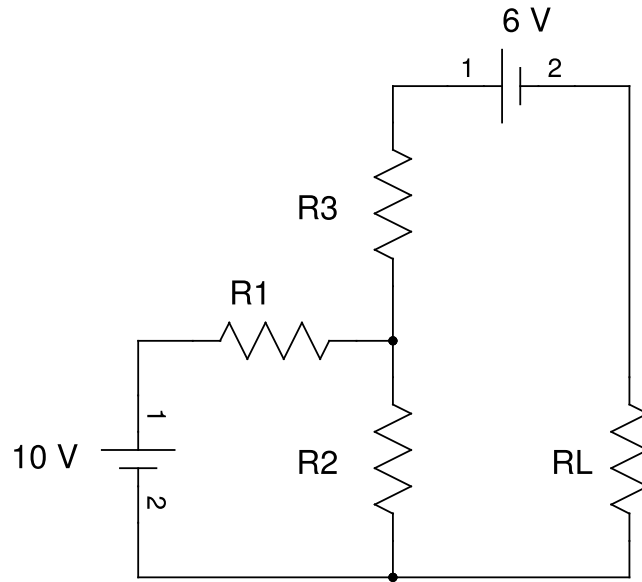

Figura 5.4
1. Monte o circuito da figura 5.4 para $R_L = 100\Omega$;
7. Monte novamente o circuito da figura 5.4;
13. Monte novamente o circuito da figura 5.4;